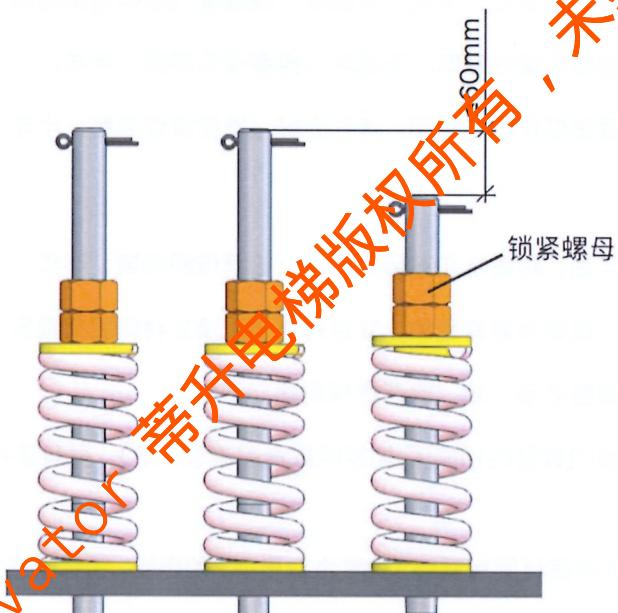

图 1
- 6) 绳头拉杆顶端的最大高度差≤60mm（如图 1）。
- 7) 绳头拉杆顶端的最大高度差≤60mm（如图 1）。